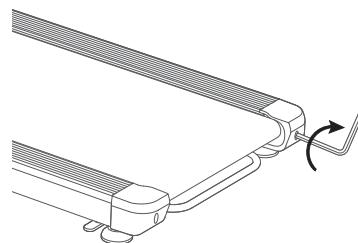

Figure 2
- Besteht Versatz des Laufbandes nach rechts, bitte mit dem Sechskantschlüssel die rechte Schraube der Stützwalze im Uhrzeigersinn um 1/4 Umdrehung drehen (siehe bitte Abb. 2).